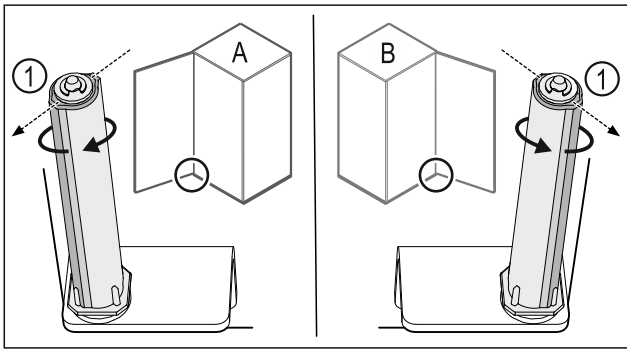

Fig. 34 Butée à gauche (A) / butée à droite (B)
- Tourner le système de fermeture contre la résistance jusqu'à ce que son arête Fig. 34 (1) pointe vers l'extérieur.